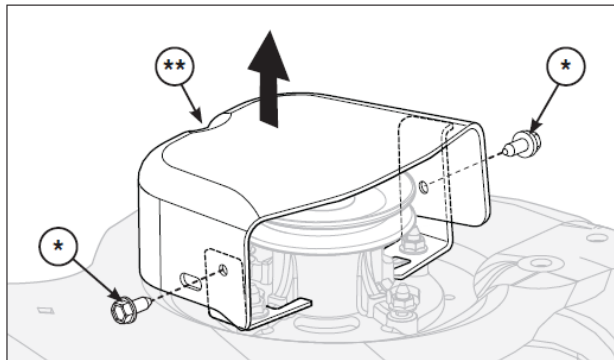

図 2
1. ボルト(図2の*)とベルトカバー(**)を取り外してください。